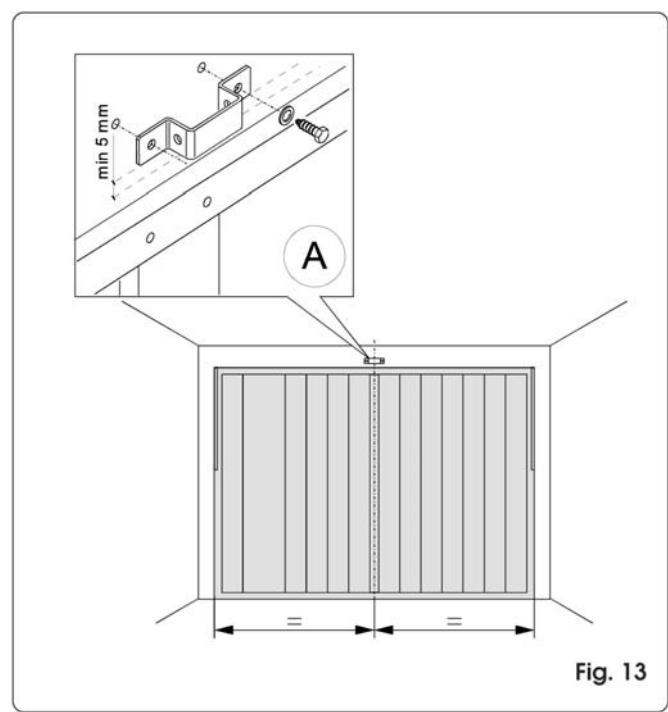

Fig. 13
- 1) Tracer sur le linteau une ligne correspondant à la médiane verticale de la porte (fig. 13).
- 3) Positionner la patte de fixation de l'attache avant en plaçant son bord inférieur à au moins 5 mm au-dessus du point d'intersection des lignes et centré avec la ligne verticale (fig.13). Pour le positionnement de la patte de fixation par rapport au point d'attache sur la porte, se reporter également au paragraphe 7.2.